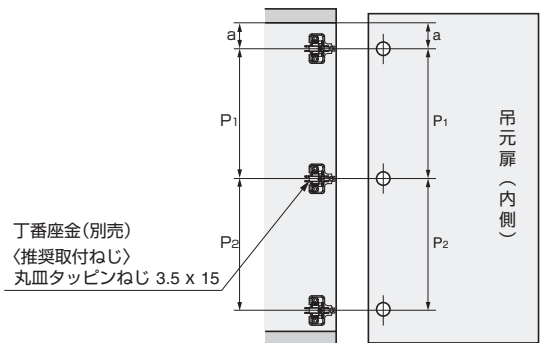

図 8. スライド丁番座金の取り付け
- 手順 8 センターヒンジ CH75 を吊元側扉・先端側扉側を間違えないよう取り付けてください。（図 8.）
- 手順 9 吊元側の扉にスライド丁番を取り付けてください。（図 8.）